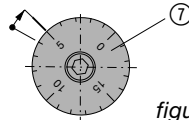

figure 9
Le vernier ⑦ en chromé mat permet une lecture précise du diamètre à régler. Il est nécessaire de respecter les limites de course de la vis de réglage (figure 9).
Une graduation correspond à une valeur de déplacement de 0,01 mm. Une rotation dans le sens des aiguilles d’une montre permet l’approche vers le diamètre désiré (figure 9).